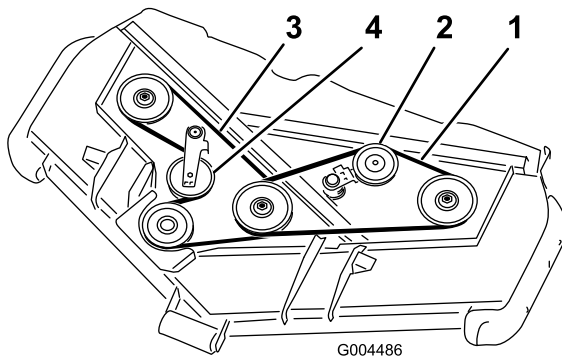

Figura 20
3. Usando una llave de carraca u otra herramienta similar, aleje la polea tensora de la correa superior (Figura 20) de la correa de transmisión superior para aliviar la tensión de la correa y permitir retirar la correa de las poleas.
4. Pase una correa nueva alrededor de la polea de la caja de engranajes, las poleas de eje inferiores y el conjunto de la polea tensora, según se muestra en Figura 20.
5. Pase una correa nueva alrededor de las poleas de eje superiores y el conjunto de la polea tensora, según se muestra en Figura 20.